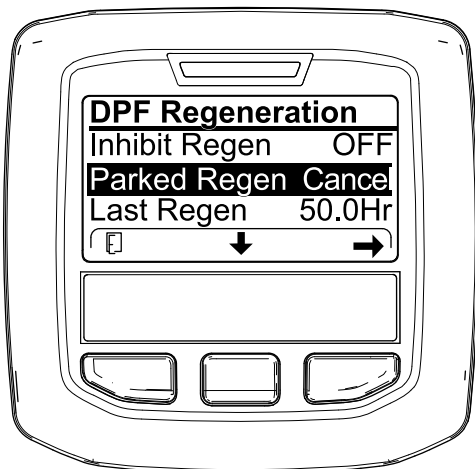
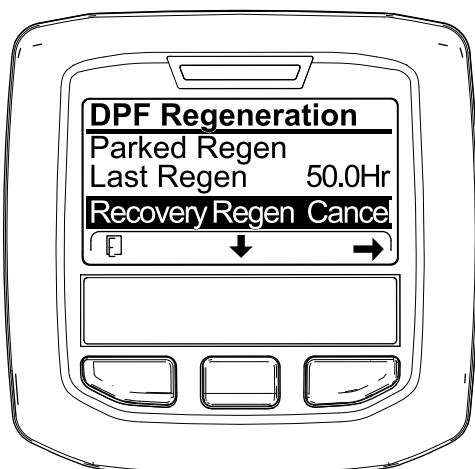

Figure 70
Figure 71
1. Ouvrez le menu DPF Regeneration (régénération du FAP) (Figure 70).
2. Appuyez sur le bouton central pour naviguer jusqu'à l'option PARKED REGEN CANCEL (Figure 70) ou RECOVERY REGEN CANCEL (Figure 71).
3. Appuyez sur le bouton droit pour sélectionner l'option Regen Cancel (annulation de régénération) (Figure 70 ou Figure 71).